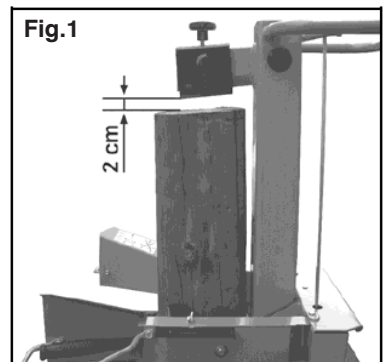

Fig. 2
2. Solte uma alavanca para fixar a posição da cunha. (Fig.2).